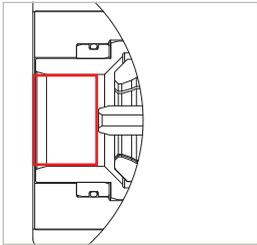

Abbildung 20
- ▶ Spülen Sie vor der Überprüfung unbedingt das WEH® Produkt mit Druckluft oder Stickstoff an folgenden Stellen (*Abbildung 20*):